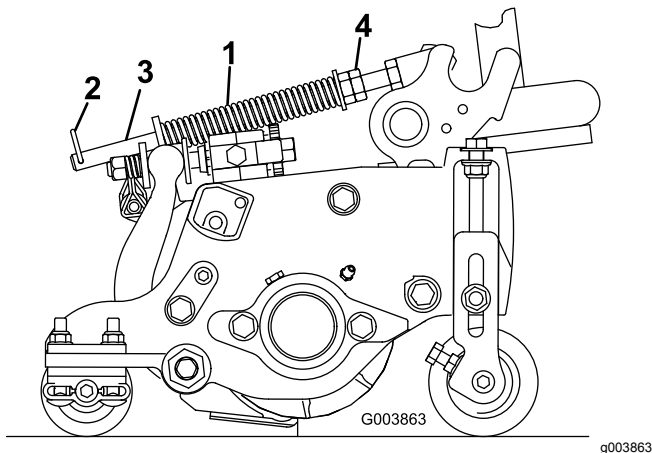

Figura 21
La molla di compensazione del manto erboso (Figura 21) trasferisce inoltre il peso dal rullo anteriore a quello posteriore. per contribuire a ridurre l'ondulazione del manto erboso, detta anche fluttuazione o bobbing.
1. Verificate che la coppiglia sia montata nel foro posteriore dell'asta della molla (Figura 21).
2. Serrate i dadi esagonali sul lato anteriore dell'asta della molla, finché la lunghezza compressa della molla non è di 15,9 cm; fate riferimento a Figura 21.